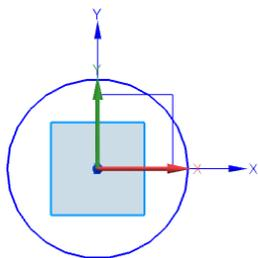

图 3-56 绘制圆
(1) 绘制直径为 44 的圆。单击“草图曲线”工具条中的“圆”按钮，首先设置圆心坐标为(0,0)，绘制一个直径为 44 的圆，并作为以后所作图形的参考，如图 3-56 所示。